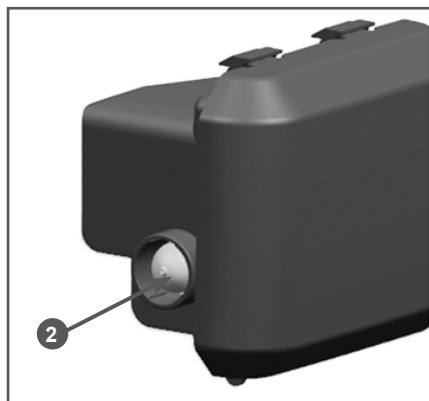

Рис. 11 Ручной топливный насос
3. Нажмите на ручной топливный насос 1 три раза (Рис. 11)